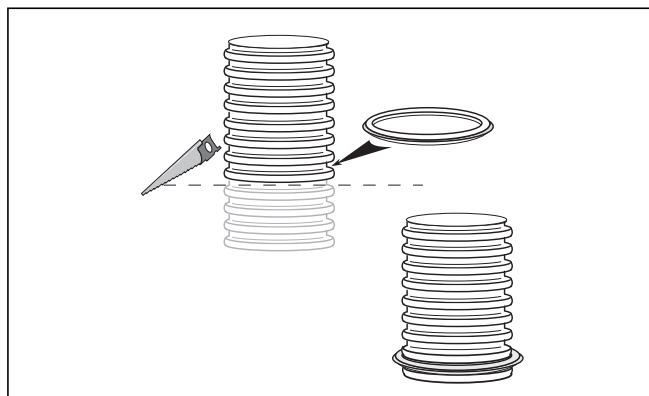

Fig. 5.34 Scurtarea conductei flexibile pentru gaze arse și montarea garniturii de etanșare
Prima dată doar aproximați lungimea totală. Adaosul de siguranță în cazul căminului drept: cel puțin 50 cm, în cazul căminului înclinat: cel puțin minstens 70 cm pe înclinație. Doar atunci scurtați conducta flexibilă pentru gaze arse (vezi fig. 5.34), când îl fixați la gura căminului.
- Montați pe urmă garnitura de etanșare în canelura inferioară nedeteriorată a conductei pentru gaze arse (vezi Fig. 5.34).